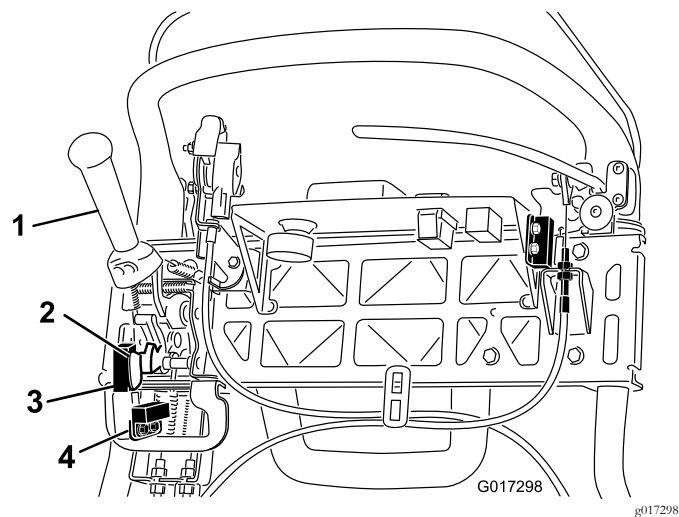

図 44
- 4. インタロックスイッチを固定しているねじをゆるめる 図 44。
- 5. 走行レバーとインタロックスイッチとの間に厚さ 1.6mmのすきまゲージをはさむ 図 44。
- 4. 刈り込みセンサー取り付けねじをゆるめる 図 44。
- 5. 刈り込みセンサーフラッグとセンサーとの間に厚さ 1.6mmのシムをはさむ 図 44。